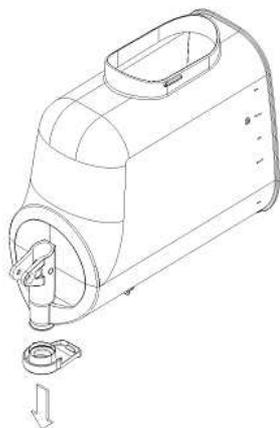

Рисунок 8
- 7 Снимите ограничитель потока с емкости (см рисунок 8)